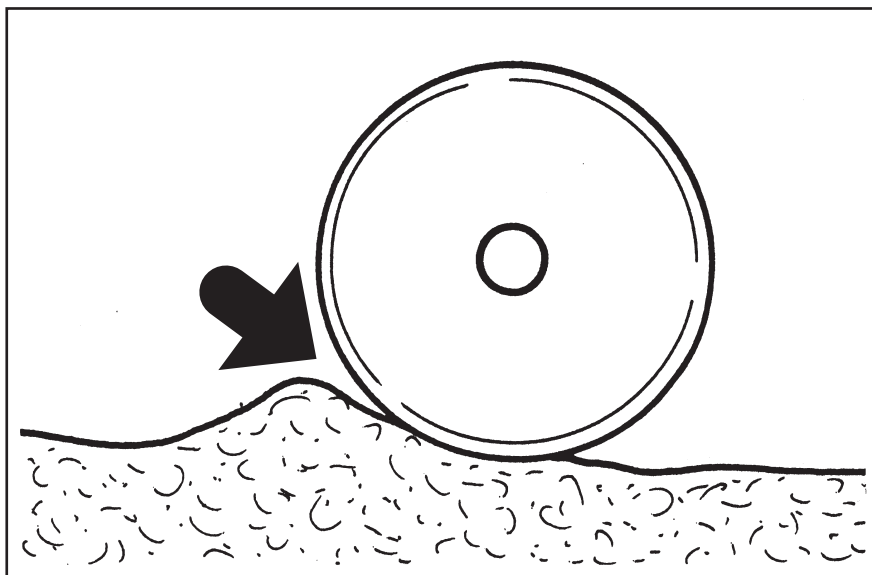

Fig. 1
- En caso de un terreno DEMASIADO BLANDO y una regulación de la presión del rodillo demasiado baja (demasiado peso en el cuerpo trasplantante), se puede tener una acumulación de terreno delante del rodillo prensador (Fig. 1) comprometiendo su rotación y por lo tanto la distancia sobre el trasplante.